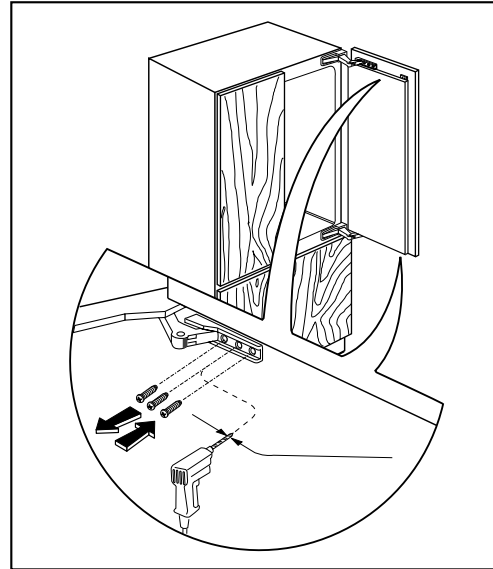

Abb. 11
- Öffnen Sie die Türen wieder und bohren Sie mit einer 2,5 mm-Stechspitze die Mitte der horizontalen Langlöcher des Scharniers vor. Ziehen Sie die Schrauben an und entfernen Sie jene des vertikalen Langloches (Abb. 11).